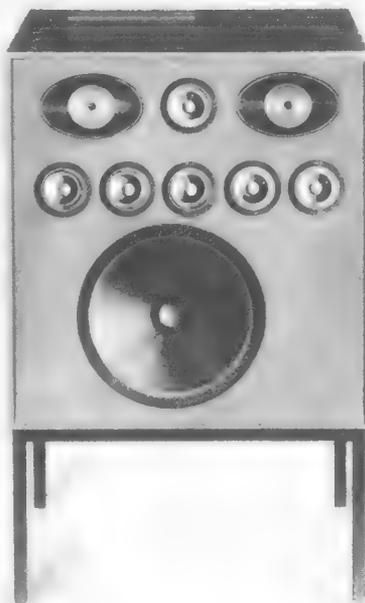

Bild 1. Grundig-Hi-Fi-Box 100, Abdeckung entfernt
Mit zehn Röhren und fünfzehn Dioden ist der Hi-Fi-Stereo-Tuner RT 50 von Grundig ausgerüstet. Bei Licht besehen enthält sein 39 cm × 27 cm × 15 cm großes Flachbaugehäuse zwei völlig getrennte Empfangsteile für UKW und für Mittelwelle. Beide konnten deshalb optimal und kompromislos ausgelegt werden. Bei UKW (FM) steht eine abschaltbare Scharfabstimmung zur Verfügung, wobei pegelgesteuert beim Durchdrehen die Lautsprecher des angeschlossenen Verstärkers stumm bleiben. Eine Anzeigelampe meldet, ob der eingestellte Sender Stereo- oder Monoprogramm ausstrahlt. Der Mittelwellen-AM-Teil enthält eine abschaltbare Ferritantenne und einen Bandbreitenumschalter. – Im gleichen Gehäuseformat erscheint der zugehörige Verstärker SV 50. Er ist mit 27 Transistoren bestückt und liefert je Kanal 2 × 25 W Spitzenleistung. Seine elektrischen Daten lassen internationale Hi-Fi-Werte erkennen (Klirrfaktor bei Vollast unter 0,5 %, Frequenzbereich 20 bis 20 000 Hz), wozu der transformatorlose Ausgang nicht unwesentlich beiträgt. Sieben Tasten besorgen die Eingangssowie die Mono-Stereo-Umschaltung, vier weitere bedienen Rausch-, Rumpel- und Präsenzfilter. Neben den vier Einstellern für Lautstärke, Bässe, Höhen und Balance ist ein fünfter für ein anschließbares Hallgerät vorgesehen (siehe auch den Beitrag auf Seite 536 dieses Heftes). Zur Wiedergabe dienen wahlweise zwei Boxen Typ 70 oder 100. Die Zahl gibt dabei das Volumen in Litern an. Bild 1 zeigt das Modell 100 (Frontbespannung entfernt), das nicht weniger als neun Lautsprechersysteme enthält.